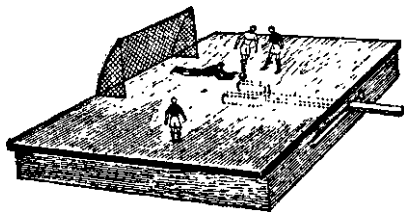

Рис. 56. Магнитные футболисты.
4. Сделайте из фанеры футбольное поле с одними воротами. Из плотной бумаги вырежьте несколько фигурок футболистов (рис. 56).
Возьмите подковообразный магнит и прикрепите его к металлическому прутку или палочке диаметром 5—6 миллиметров, как показано на рис. 56. Перемещайте магнит под полем. Вслед за магнитом к вратарской площадке